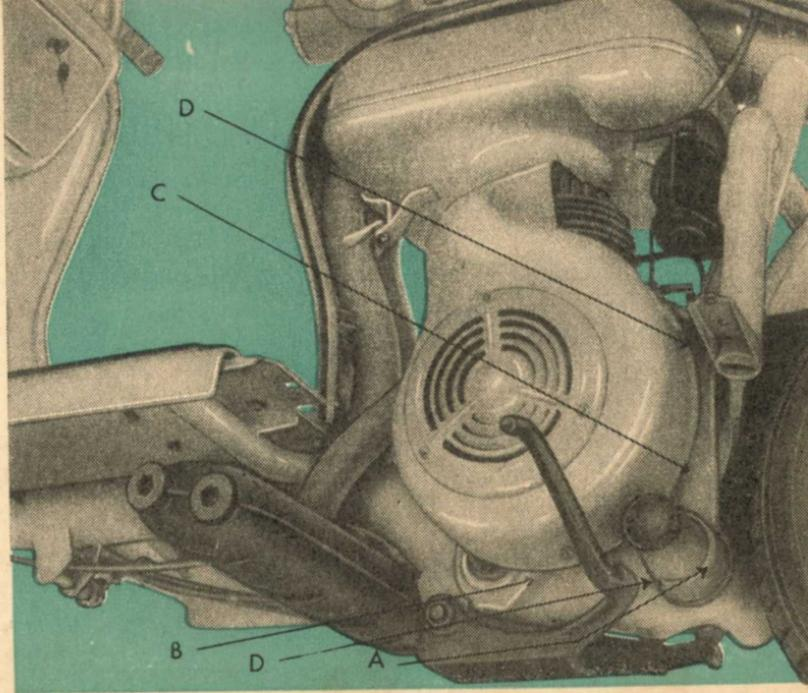

Fig. 3
La suspensión trasera (Fig. 3), actúa por medio de un largo brazo oscilante constituido por el cárter de transmisión A (Fig. 7), fijado sólidamente sobre el bastidor (B). En su movimiento, el brazo oscilante acciona sobre la barra de torsión, construida de acero especial. Las oscilaciones del grupo motor, se transmiten a la barra de torsión por medio de las palancas (C), adecuadamente proporcionadas para reducir el ángulo de torsión de la barra, a medida